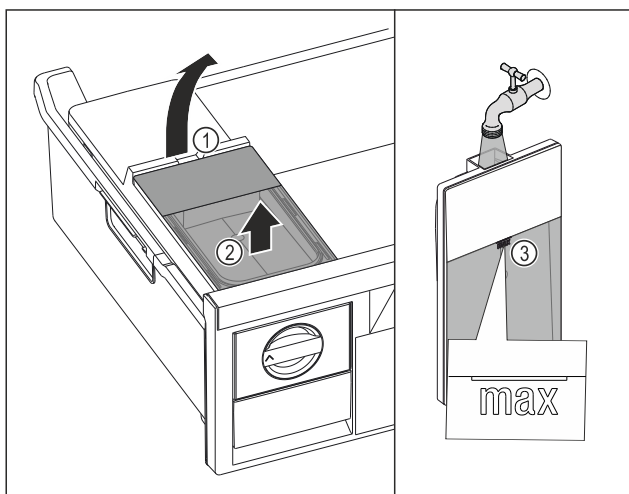

Fig. 121
- Løft vannbeholderen ved utsparingen Fig. 121 (1).
- Løft vannbeholderen ut av skuffen. Fig. 121 (2)
- Fyll vanntanken med vann opp til markeringen Fig. 121 (3).